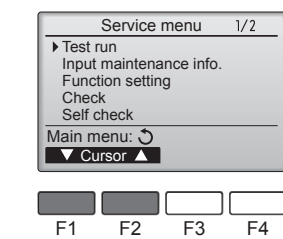

Fig. 6-3
③ Seleccione "Test run" (Modo prueba) con el botón [F1] o [F2], y pulse el botón (✓). (Fig. 6-3)